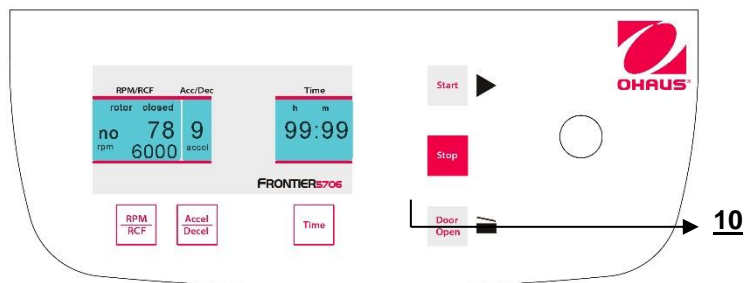

Figura 23
Il ciclo può essere interrotto in ogni momento premendo il tasto **"Stop"** (10) (Vedere figura 23). Dopo aver premuto il tasto, la centrifuga decelera all'intensità preselezionata fino a che non si arresta.